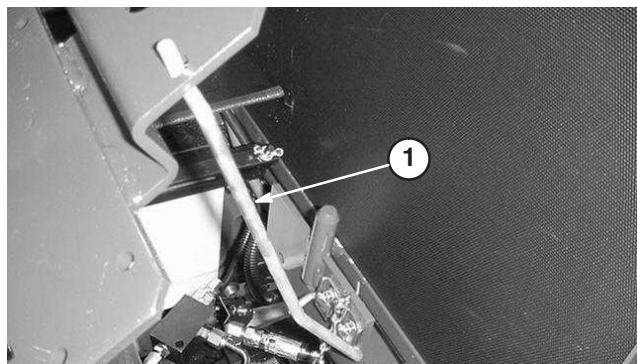

Figure 10
- Maintenez le siège relevé avec la béquille de support (Fig. 10).